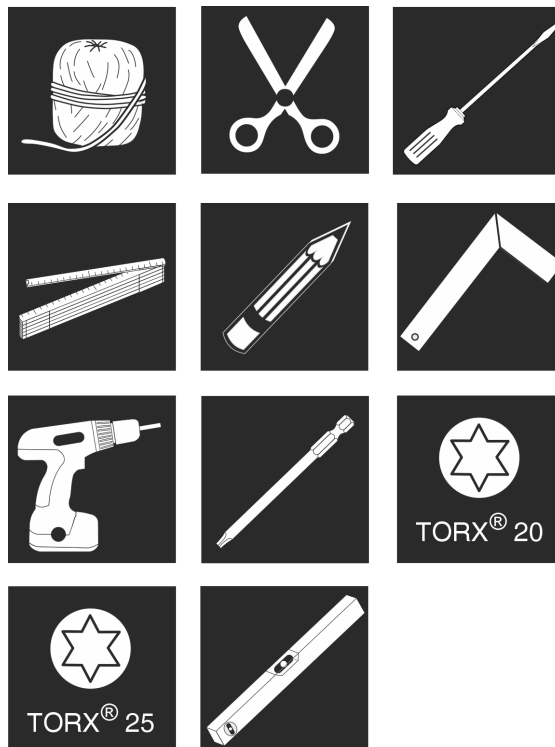

Fig. 9
1. Werkzeug bereitstellen. Fig. 9 ()